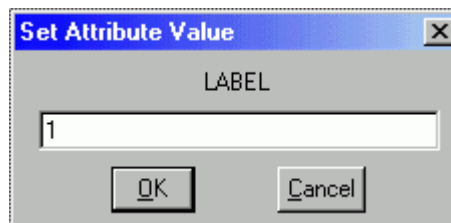

Рис.1.4. Диалоговое окно нумерации проводников
1.5. **Нумерация проводников и узлов схемы.** Чтобы пронумеровать узел 1, выделим его щелчком ЛКМ. Он окрасится в красный цвет. Затем дважды щёлкнем ЛКМ. Появится окно **"Label"**. В поле окна запишем номер узла 3 и нажмём **"OK"**. Диалоговое окно, соответствующее данной операции, представлено на рис. 1.4.